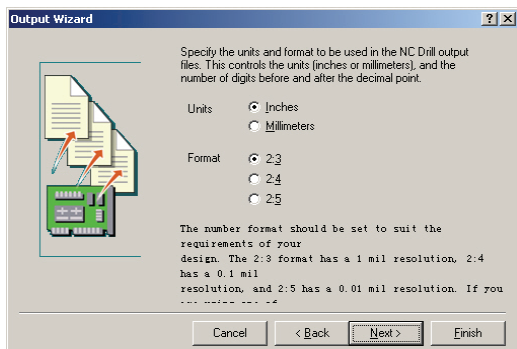

图 6-108 单位设置对话框
7) 系统将弹出如图 6-108 所示的单位设置对话框, 可以选择单位 (Inches 或 Millimeters), 还可以选择单位格式 (其中 2:3 格式单位的分辨率为 1mil, 2:4 格式单位的分辨率为 0.1mil, 2:5 格式单位的分辨率为 0.01mil), 然后单击 “Next” 按钮。